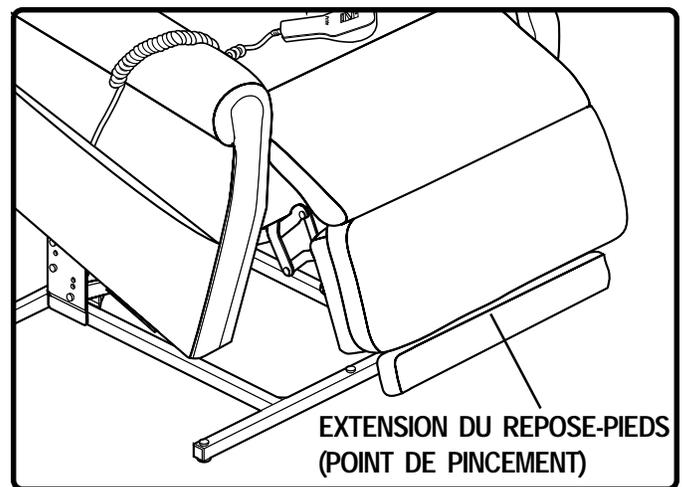

Figure 3.4 Extension du repose-pieds
**Extension du repose-pieds:** Procure 5 po (13 cm) de plus en longueur au repose-pieds, améliore le soutien pour les personnes de grandes tailles en position inclinée (Fig. 3.4). Cette caractéristique est spécifique au modèle TMR 575 et facultative sur le modèle TMR 570.